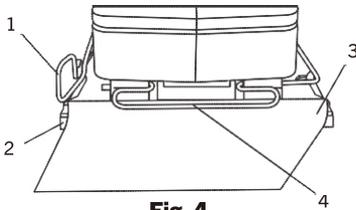
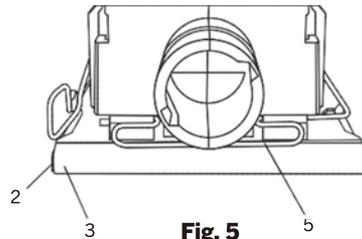

Fig. 4
Fig. 5
1. Soulevez vers le haut et vers l'extérieur les leviers de serrage du papier à poncer avant et arrière (1) à l'avant et à l'arrière du tampon de support (Fig. 4).
2. Insérez une extrémité de la feuille de papier à poncer $\frac{1}{4}$ (3) avec le côté abrasif vers le haut dans la pince à papier à poncer avant ouverte (4), en vous assurant qu'elle est alignée avec le tampon de support. Soulevez le levier de serrage du papier à poncer vers le haut et l'intérieur pour verrouiller le papier à poncer dans la pince.
3. Enroulez la feuille de papier à poncer (3) sur le tampon de support (2) et insérez-la dans la pince à papier à poncer arrière ouverte (5) (fig. 5).
Installez le papier à poncer comme indiqué sur les figures 4 et 5.